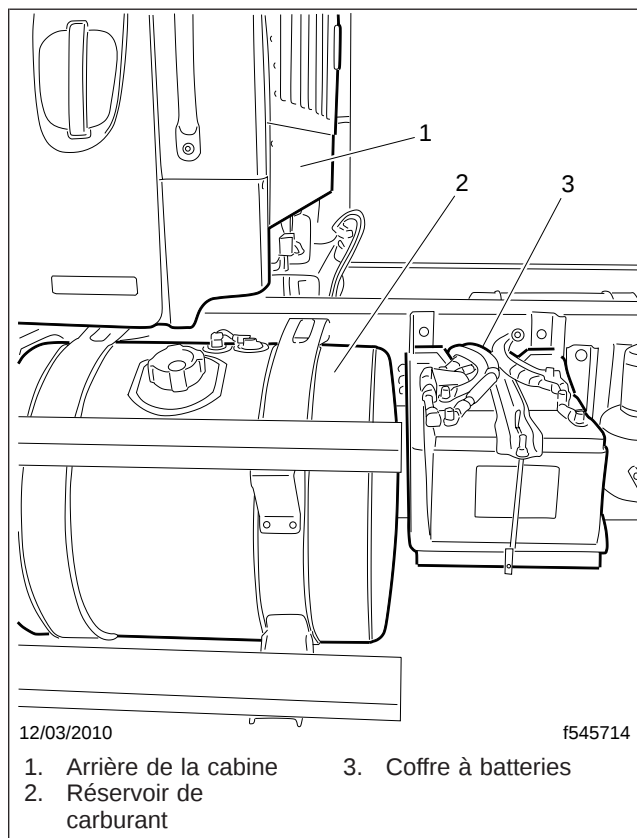

Fig. 24.4, Emplacement du coffre à batteries standard
2. Retirez le couvercle de batterie. Voir la figure 24.4 pour connaître l'emplacement standard du coffre à batterie.